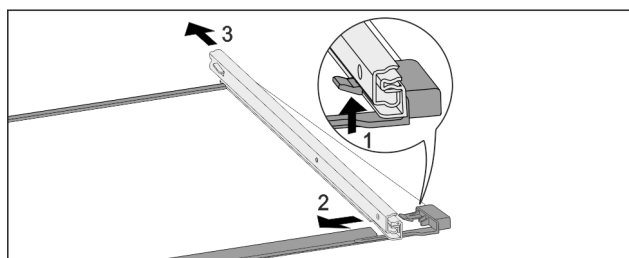

Fig. 157 Płyta szklana z szynami
- ▶ Wcisnąć przedni hak ryglujący do góry. Fig. 157 (1)
- ▶ Wsunąć prowadnicę w bok Fig. 157 (2) i do tyłu Fig. 157 (3).